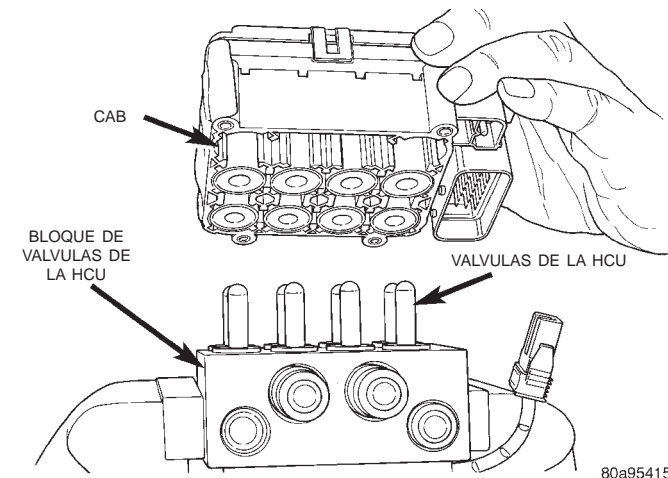

Fig. 35 Desmontaje/Instalación del CAB
- (4) Retire el CAB de la HCU (Fig. 35).
- (1) Instale el CAB (Fig. 35) en la HCU.